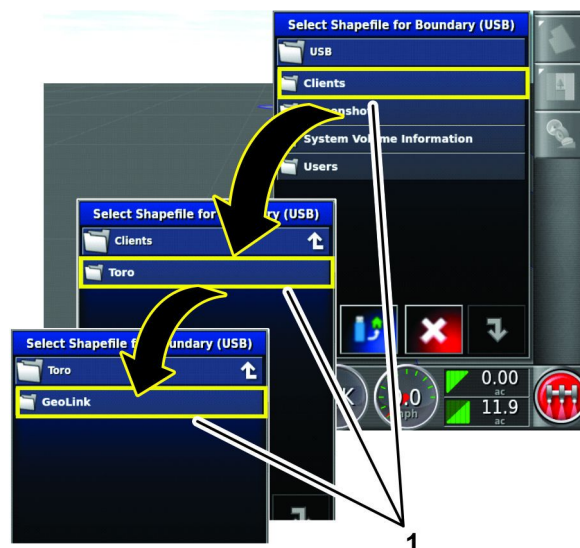

Figura 75
7. Premete le icone Directory per navigare alla directory GeoLink (Figura 75).